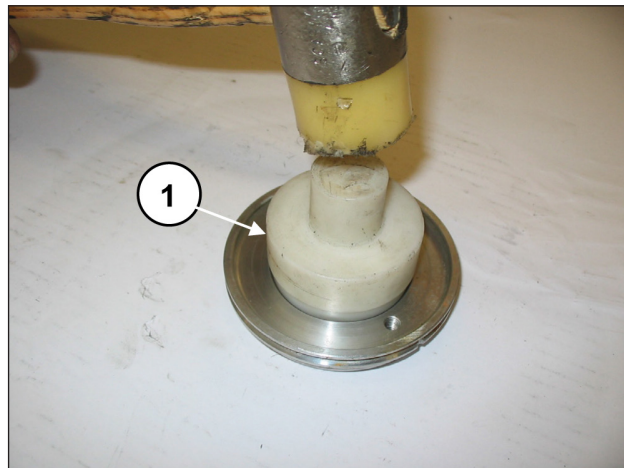

Fig. 93
Monte o anel de vedação radial na cobertura da vedação do óleo (pos. ①, Fig. 93), mediante o uso de uma tampa, cód. 27910900.